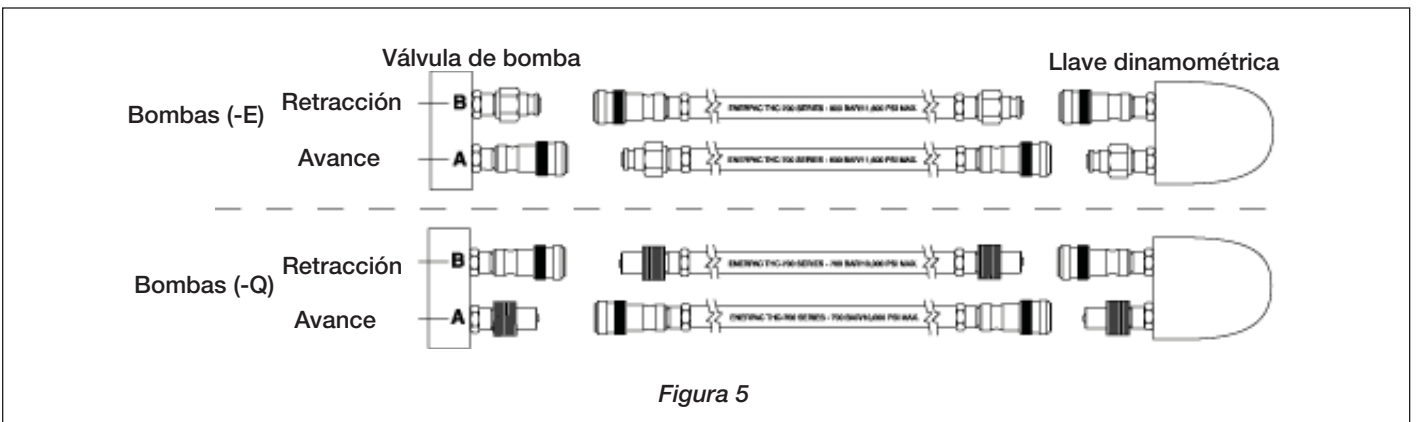

Figura 5
Conectar las mangueras como muestra la Figura 5.
1. Bomba tipo (-E) para llaves dinamométricas Enerpac SQD y HXD. Asegurarse de utilizar mangueras que tengan la marca "ENERPAC THC-700 SERIES - 800 Bar/11,600 psi max". Los acopladores en estas mangueras se "polarizan" en fábrica para asegurar un funcionamiento correcto de la llave. (Véase Figura 5)
2. Tipo de bomba (-Q) para llaves dinamométricas Enerpac S y W y otras marcas. Utilizar mangueras que tengan la marca "Enerpac THQ-700 series-700 bar/10,000 psi max.". Los acopladores deben estar polarizados de acuerdo con la figura 5 para un funcionamiento correcto de la llave. Asegurarse que los acopladores estén bien enchufados y apretados antes de usar la llave. Los acopladores parcialmente conectados impedirán que la llave funcione correctamente.